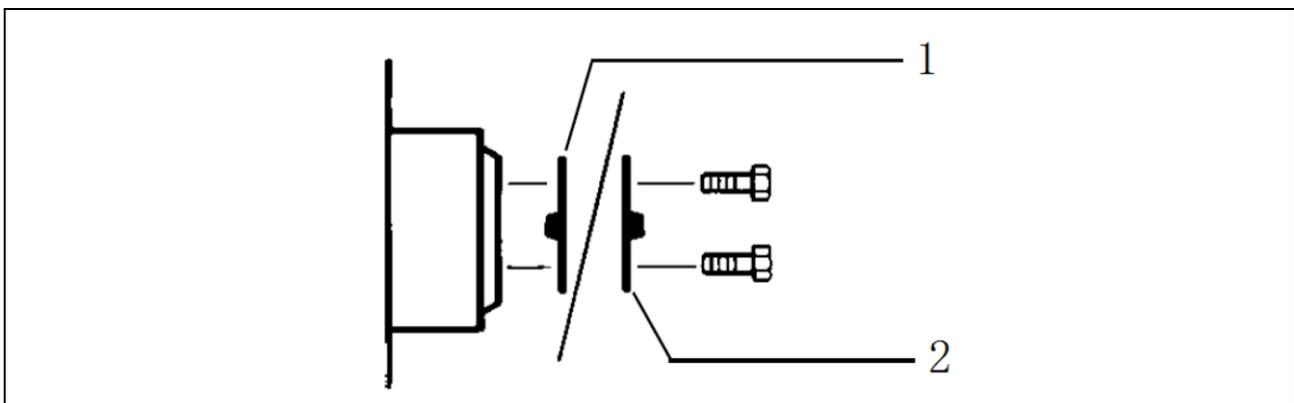

Figura 7-1 Diagrama esquemático da separação da roda motriz
- 5) Se for necessário usar o guincho para puxar a plataforma móvel de trabalho de elevação, separe o freio da roda motriz antes da tração e volte a engatar o freio na ordem inversa após a tração, conforme mostrado na Figura 7-1. A operação de separação do freio da roda motriz é a seguinte:
- ① Calce as rodas para evitar que a máquina role.
- ② Desengate o cubo de tração girando a tampa de liberação do cubo de tração em cada cubo sem volante.